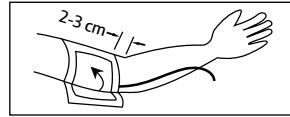

Figure 1
- Enfilez le brassard sur le haut du bras, jusqu'à ce que le bord inférieur du brassard se trouve à 2-3 cm du coude (Figure 1).